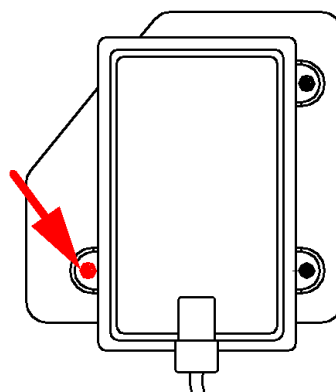

图9 水平角度调节
1. 若显示度数大于0.2，则需要调节对应螺栓（雷达总成左方置螺栓，如图9所示），当诊断仪显示角度小于0.2时，水平角度调节完成。